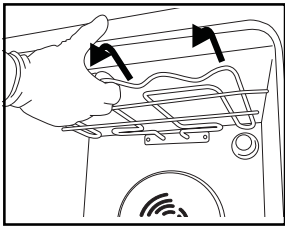
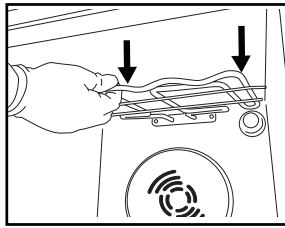

Bild 6
Bild 7
2. Dra ut grillelementet (Bild 6) en aning, och sänk det (Bild 7).